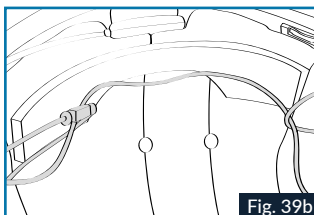

Fig. 39b
11. Schließen Sie die Lautsprecher (zweipoliger schwarzer Stecker) und das Bedienfeld an. Führen Sie dann das Kabel des rechten Lautsprechers durch (Abb. 39b).